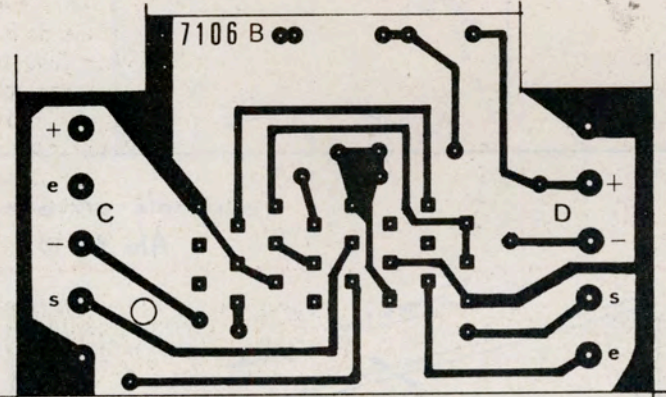

Fig. 8. - C.I. B. Recto.
- **Le C.I.B.** Double face. Voir figures 8 et 9. C'est le support